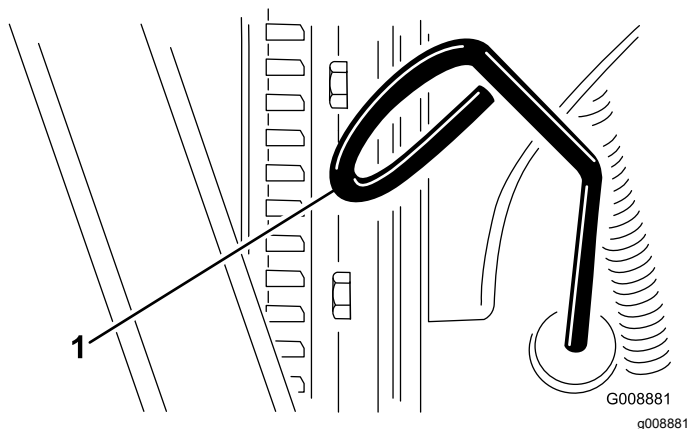

Figura 55
3. Togliete l'asta di livello, pulitela strofinandola, rimettetela nel tubo ed estraetela di nuovo. Il livello dell'olio deve essere tra la tacca PIENO e quella AGGIUNTA (Figura 55).
4. Se il livello dell'olio è basso, rimuovete il tappo di riempimento e aggiungete olio fino a quando il livello non è compreso tra la tacca di PIENO e quella di AGGIUNTA (Figura 55).